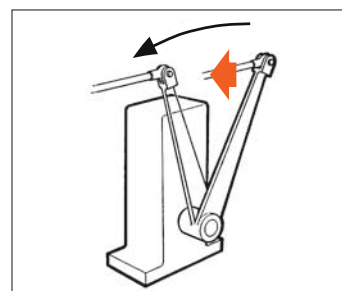

Fig. 11
- 9 Les leviers ou les bras d'entraînement se déplacent-ils sans créer de zones d'écrasement ou de cisaillement? (Fig. 11)